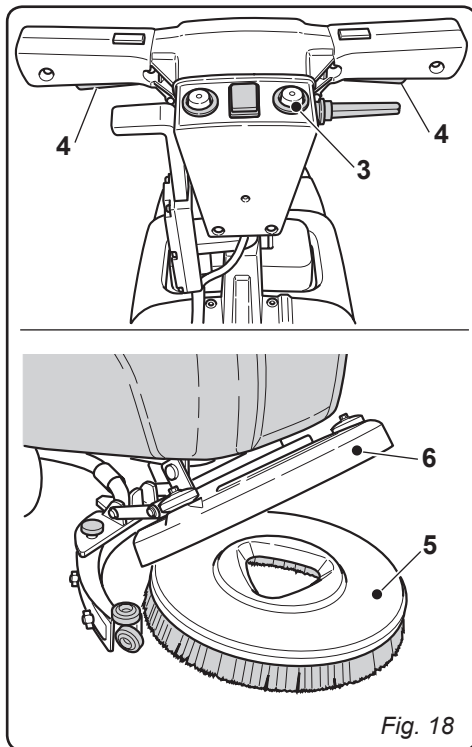

Fig. 18
11.1.e - Substituição da escova (Fig. 18)